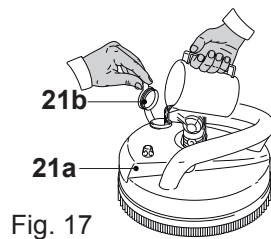

Fig. 17
2. Retire el tapón (21b) del depósito de detergente (21a). A continuación, añada detergente en el depósito y vuelva a colocar el tapón en su sitio (Fig. 17).